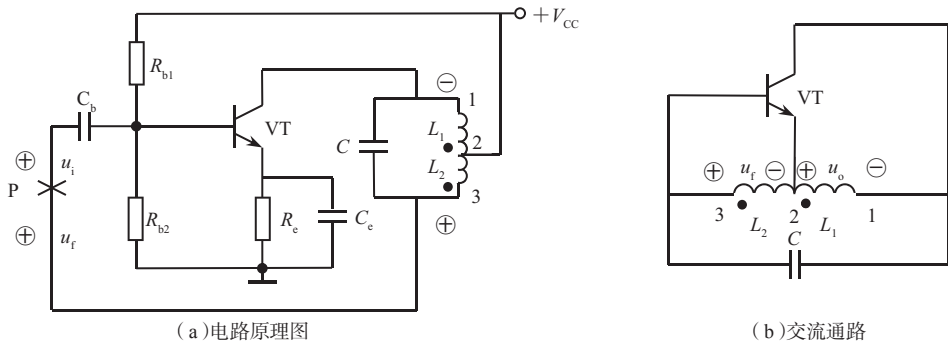

图 4-13 电感三点式振荡电路
①相位平衡条件:采用瞬时极性法判断,从三极管基极引入一个 u_i ,其瞬时极性为 \oplus ,如图 4-13(a)所示。
②幅度条件:改变绕组的抽头,可以调节反馈量的强度,使电路满足振幅平衡条件,就能振荡并产生一定频率的正弦信号。